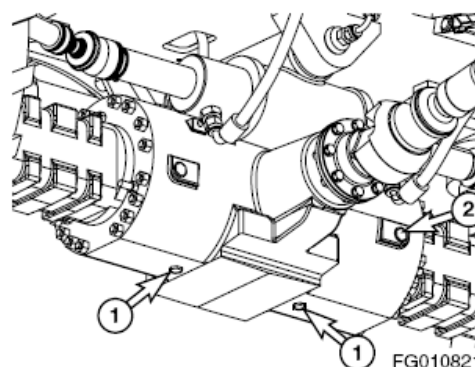

Figura 83
2. Limpie toda suciedad, grasa y otros materiales de los alrededores de los orificios de drenaje (1, Figura 83) y llenado (2) de la funda del eje.
5. Quite el tapón de llenado (2, Figura 83) y llene hasta la parte inferior del orificio de llenado con aceite de engranaje aprobada.